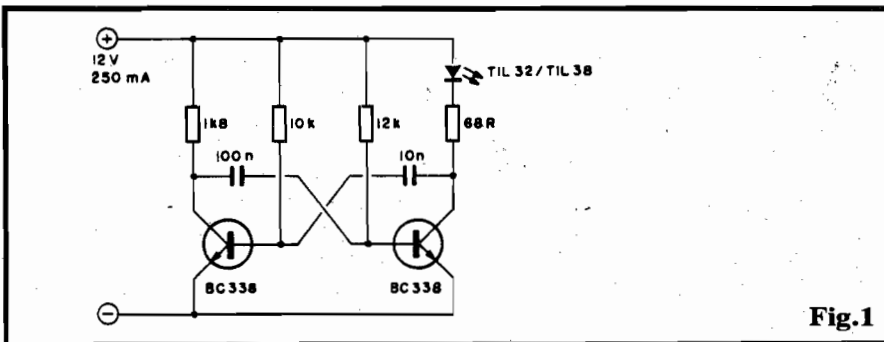

Fig.1
- FIG. 1 - O CIRCUITO DO MÓDULO EMISSOR (BIVEP-E) - Simples, direto, super-econômico, sem perda das desejadas características... Um **flip-flop** (multivibrados **ASTÁVEL**) estruturado sobre dois transistores comuns, tipo BC338 (dentro da série "BC", eles mostram capacidade de Corrente e Potência um pouco superiores aos "manjados" "548"...), com Frequência de oscilação determinada basicamente pelos valores dos capacitores de realimentação (100n e 10n) e dos resistores de base (que, simultaneamente, fazem parte das redes RC responsáveis pelas Constantes de Tempo do circuito), 10K e 12K... Observem alguns pontos: o transistor da **esquerda** (no dia-
grama da fig. 1) tem, como carga de **coletor**, um simples resistor de 1K8, mas o da **direita** aciona, também via **coletor**, um LED especial, tipo **infra-vermelho** (TIL32 ou TIL38...), através da moderada limitação de Corrente imposta por um resistor de 68R. Aparentemente, num cálculo direto à luz da "velha" Lei de Ohm, sob os 12 VCC recomendados para a alimentação, tanto o LED **infra-vermelho**, quanto o próprio BC338 que o aciona, estariam trabalhando com **excesso de Corrente** (e "deveriam queimar"...). Isso, na prática, não ocorre, devido a um simples truque: a proposital **assimetria** dos estados "ligado-desligado" em cada "lado" do **ASTÁVEL**, faz com que um tempo muito curto de "acendimento" (invisível...) do LED **infra-vermelho** ocorra, a cada ciclo completo da oscilação... Dessa forma, embora a Corrente instantânea sobre LED e transistor seja relativamente elevada, a Corrente **média** é - na verdade, baixa, inferior aos limites "aguentáveis" pelos ditos componentes! Assim conseguimos quase "tirar água de pedra"...! O feixe **infra-vermelho** torna-se forte (para garantir bom alcance e sensibilidade ao sistema da BIVEP...) porém os componentes não sofrem uma dissipação excessiva, nem altas Correntes são drenadas da alimentação geral! 12V, sob modestos 250mA, são mais